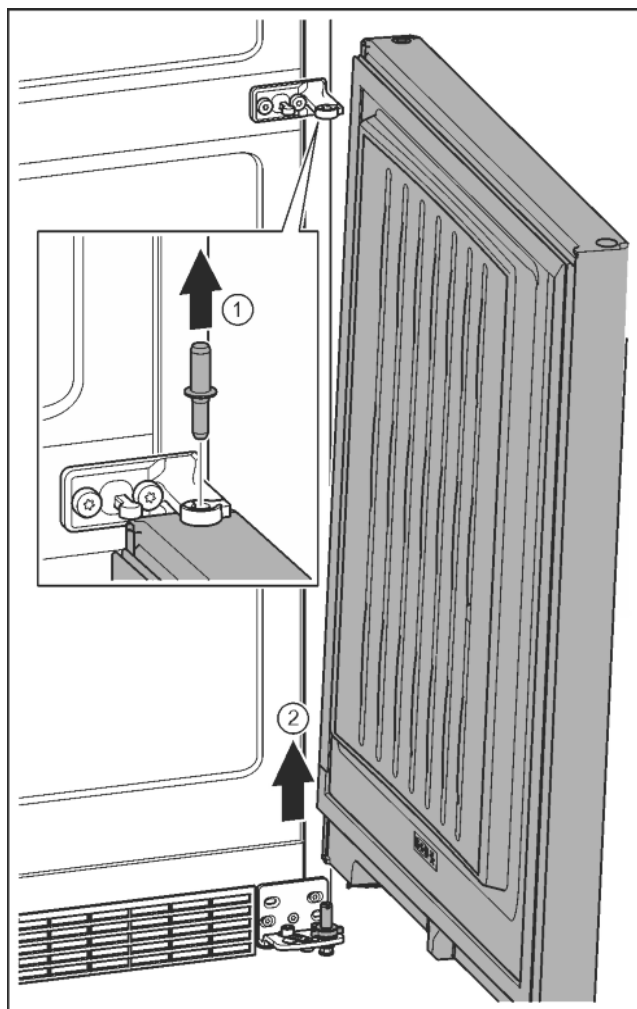

Fig. 12
- ▶ Čap vyťahnite nahor. *Fig. 12 (1)*
- ▶ Dvere vyklopte von, nadvihnite smerom hore a odložte nabok. *Fig. 12 (2)*